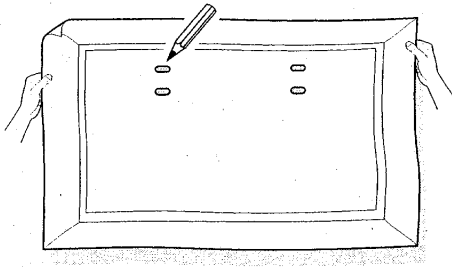

fig. 4
Nota: la plantilla que se incluye sólo se puede usar para una posición general (fig. 4).
- 1 Decida la posición de montaje de la pantalla. Use la plantilla que se adjunta para marcar las propuestas. (fig. 4)